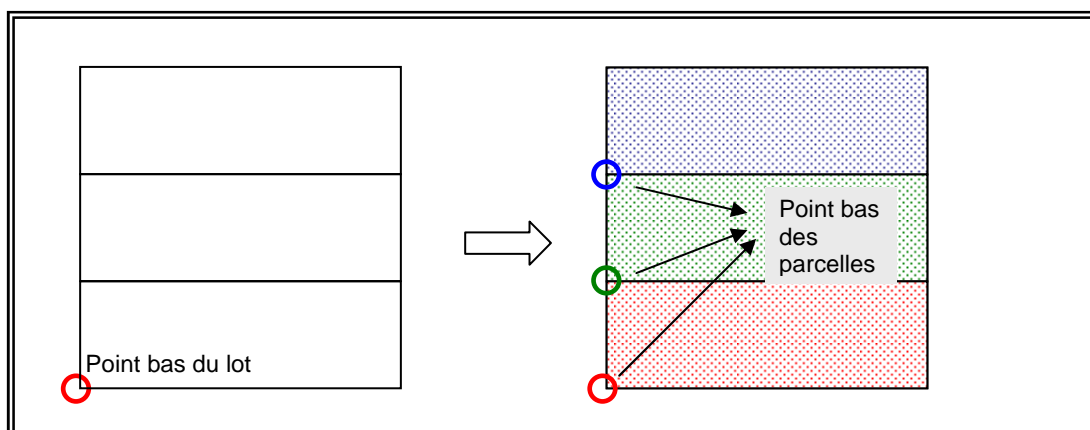

Figure 12 : points bas des parcelles dans un lot à simple pente
- Dans le cas d'un lot à pente simple, le point bas des parcelles est le coin situé dans la même position que le point bas du lot (figure 12).